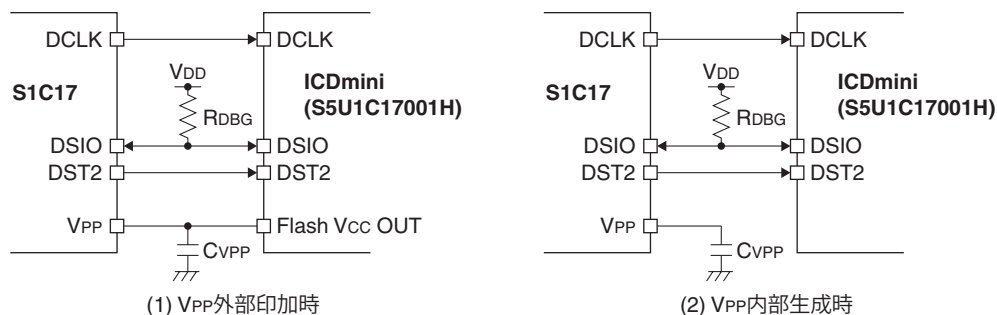

図4.3.3.1 外部接続
Flashメモリは、オンボードプログラミングに対応しており、ICDminiを介してデバッガからROMデータをプログラミングすることができます。オンボードプログラミング時の接続図を図4.3.3.1に示します。
EEPROM書き換え時は内部生成したVPP電圧のみ使用可能です。図4.3.3.1の“(2) VPP内部生成時”に示したとおり、VPP端子にCVPPを接続してください。EEPROMのデータ書き換えにおいても、4.3.3節の注が適用されます。